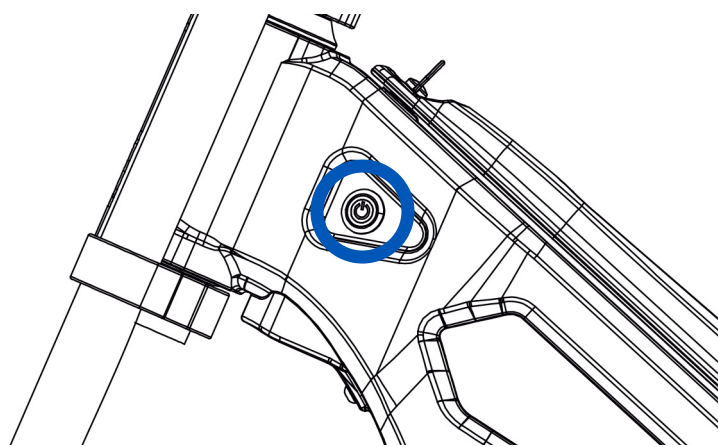

Fig. 11
- 3- Presione el botón de encendido situado en el lateral izquierdo de la parte superior del chasis (Fig. 11).
- 1- Presione el botón de encendido situado en el lateral izquierdo de la parte superior del chasis (Fig. 11).
- 2- Para retomar la marcha, vuelva a presionar el botón de encendido situado en el lateral izquierdo de la parte superior del chasis (Fig. 11).